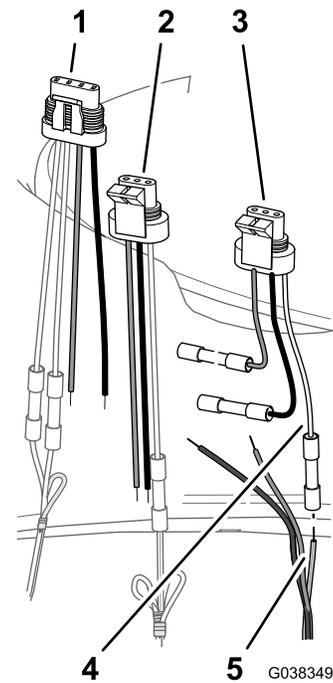

Bild 45
1. Stecken Sie das gelbe und grüne Kabel des DIN-Kabelbaums in den Kabelmuffenanschluss am weißen Kabel des 3-Stift-Adapters für das Hauptsprühventil (Bild 45).